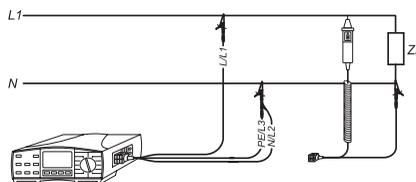

Bild 100: Anschluss der Messleitungen
- Die gewünschte Messleitung an den 4-poligen Messanschluss (17) des UNITEST 0100-EUROtest anschließen. Entweder die 3-polige Messleitung oder COMMANDER 2 (lieferbar als Zubehör Best.-Nr. 1223) verwenden, siehe Bild 100.
- Den UNITEST 0100-EUROtest mit der Taste 'EIN/AUS' einschalten, den Drehschalter 'Messfunktion' auf die Funktion (7) Oberwellen stellen.
- Die Messleitungen mit dem Prüfling gemäß Bild 100 verbinden. Falls gewünscht kann mit der Taste 'HILFE' diese Anschlussinformation direkt am Messgerät abgerufen werden, mehrfaches Drücken der Taste 'HILFE' zeigt verschiedene Anschlussmöglichkeiten an.